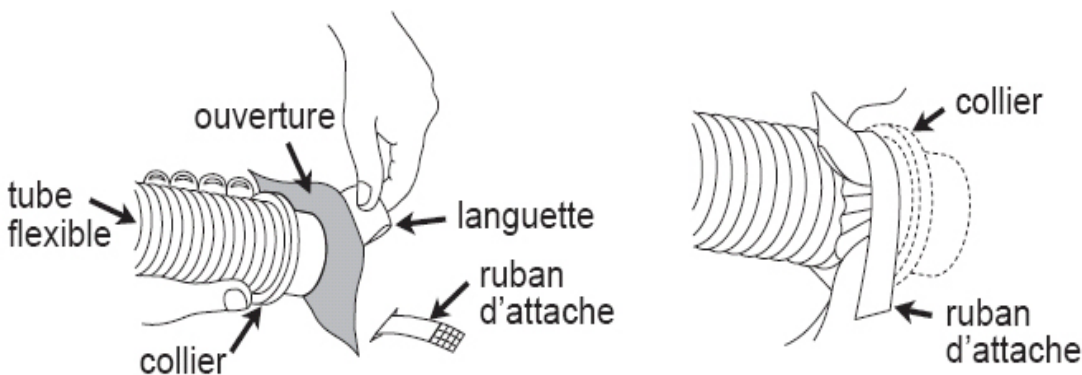

Figure 5 - Raccordement du flexible à la couverture
- Insérer l'extrémité du flexible dans l'ouverture de la couverture (fig. 5). Bien fixer l'attache pour le retenir en place.